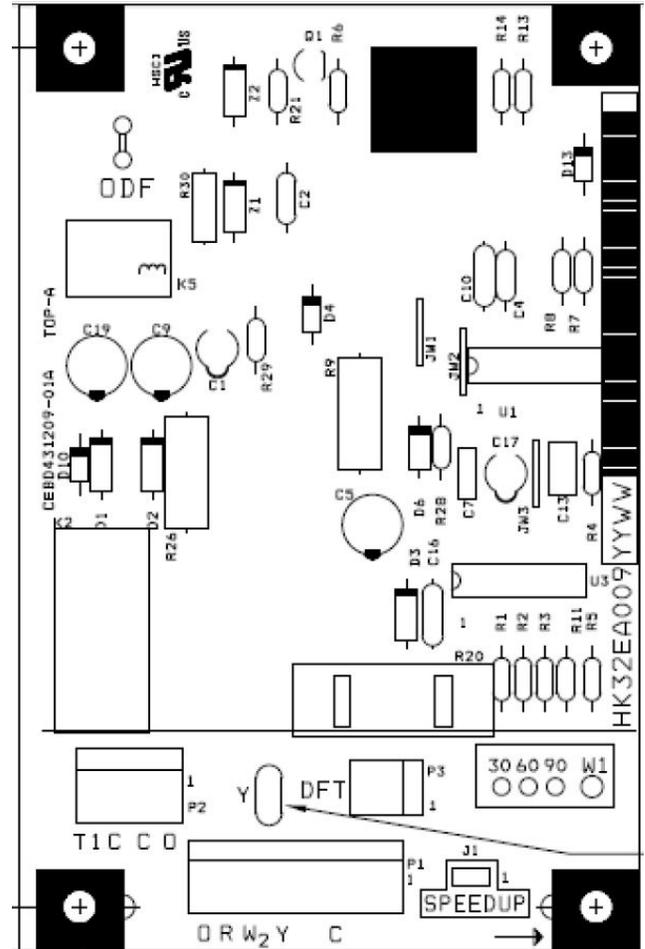

Figure 13 – Commande de dégivrage HK32EA009 pour les appareils avec moteurs ECM
2. Pour les appareils utilisant un moteur de ventilateur extérieur PSC, débranchez le fil du moteur de ventilateur extérieur de la borne OF2 de la carte de commande. Pour les appareils utilisant un moteur de ventilateur extérieur ECM, débranchez le fil du moteur de ventilateur extérieur de la borne ODF de la carte de commande, voir figure 13. Isolez le fil pour éviter un court-circuit à la masse.